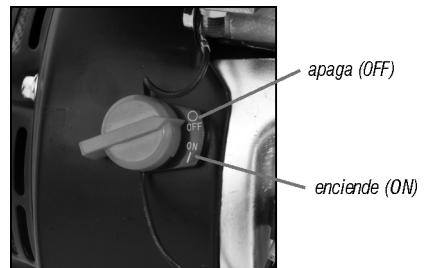

Fig. 21 – Llave general
- Ponga la llave general para la posición ON (encendido) (fig. 21);